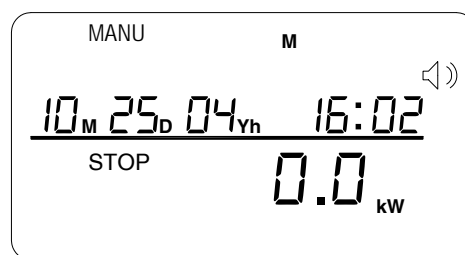

Abbildung 45
1. Drücken Sie  bis MANU im Display erscheint, siehe Abbildung 45.